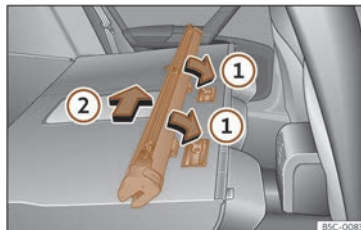

Fig. 193 Montar la red de separación en los respaldos del asiento trasero.
- Coloque la carcasa de la red en los rebajes de los carriles de sujeción en el sentido de las flechas >>> **fig. 193 ①**.
- Empuje la carcasa hacia el lado izquierdo del vehículo en el sentido de la flecha >>> **fig. 193 ②** y hasta el tope.
- Tire de la carcasa de la red aproximadamente 5 cm en el sentido contrario de la flecha >>> **fig. 193** ②.
- Extraiga la carcasa de los carriles de sujeción tirando en el sentido contrario al de las flechas >>> **fig. 193** ①.